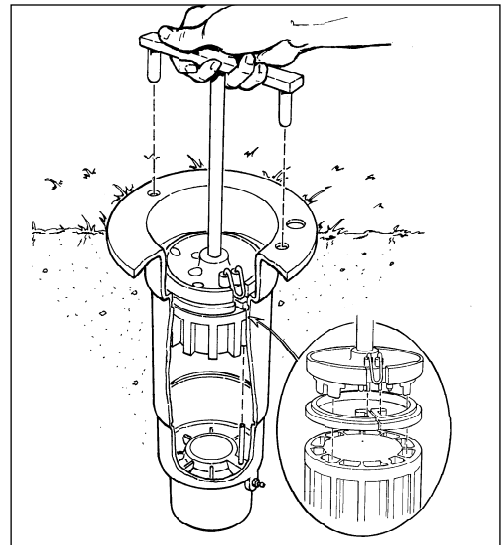

Abbildung 4
3. Um das Ventil und den Sprengring wieder einzusetzen und dabei den Verbindungsschlauch im Regnergehäuse nicht zu beschädigen, ist die Ventileinbaulehre (Teile-Nr. 995-10) zu verwenden. Bei Verwendung dieses Werkzeugs wird das Ventil automatisch am Verbindungsschlauch des Regnergehäuses ausgerichtet, und der Sprengring wird an der richtigen Stelle plaziert (**Abb. 4**).
HINWEIS: Es ist möglich, den Sprengring umgekehrt (Unterseite nach oben) einzusetzen. Das Detailbild in **Abb. 4** zeigt, wie der Sprengring korrekt auf die Ventileinbaulehre aufgesetzt wird.